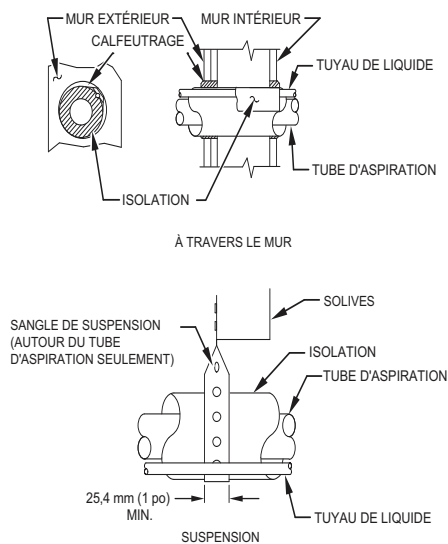

Fig.1 – Installation des conduites
6. Lorsque vous acheminez les tuyaux de frigorigène à travers le mur, scellez l'ouverture au moyen d'une vulcanisation à température ambiante ou de tout composé de calfeutrage souple à base de silicone. (Consultez la Fig. 1.)
8. Ne suspendez pas les conduites de frigorigène aux solives aux poutres au moyen de fils rigides ou de sangles en contact direct avec les conduites (consultez la Fig. 1).
10. Utilisez au besoin des courroies de suspension larges de 25 mm (1 po) et épousant la forme de l'isolant des conduites. (Consultez la Fig. 1.)